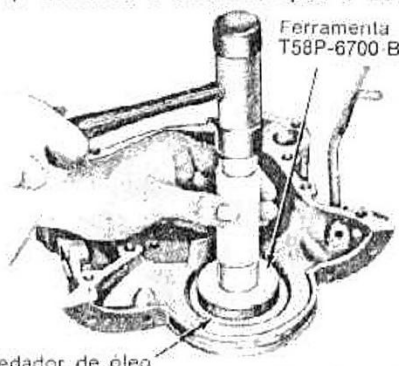

fig. 22 — instalação do vedador dianteiro da árvore de manivelas
1. Passar uma camada de graxa no vedador novo e instalá-lo na tampa frontal. Empurrar o vedador até que o mesmo assente totalmente no rebaixo (fig. 22). Examinar o vedador após a instalação,